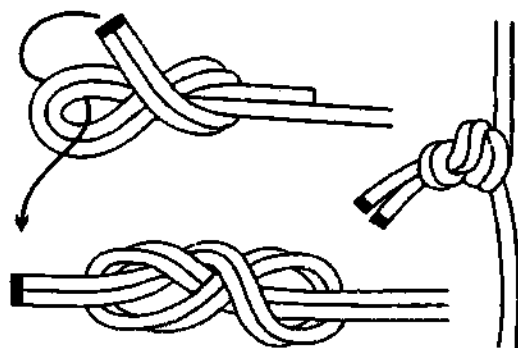

Рис. 753. Десятковый узел.
**Десятковый узел** – это узел **девятка**, завязанный сдвоенными концами (рис. 753). **Десятковый узел** легче развязывается, чем **дубовый** или **жилковый узлы** и намного превосходит их по крепости.